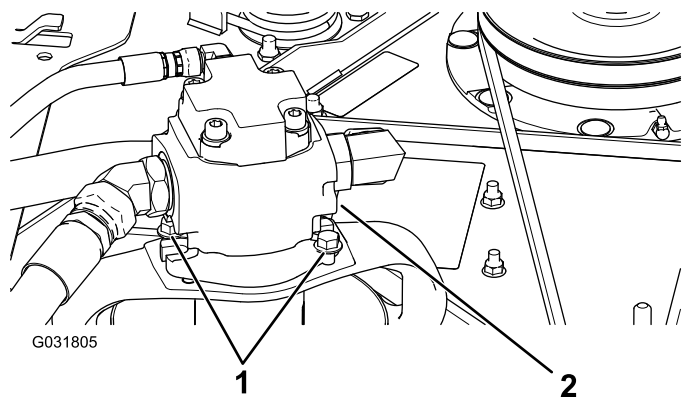

Рисунок 122
5. Выверните болты крепления гидроцилиндра к деке газонокосилки (Рисунок 122).
3. Выверните болты крепления гидроцилиндра к деке газонокосилки (Рисунок 122).